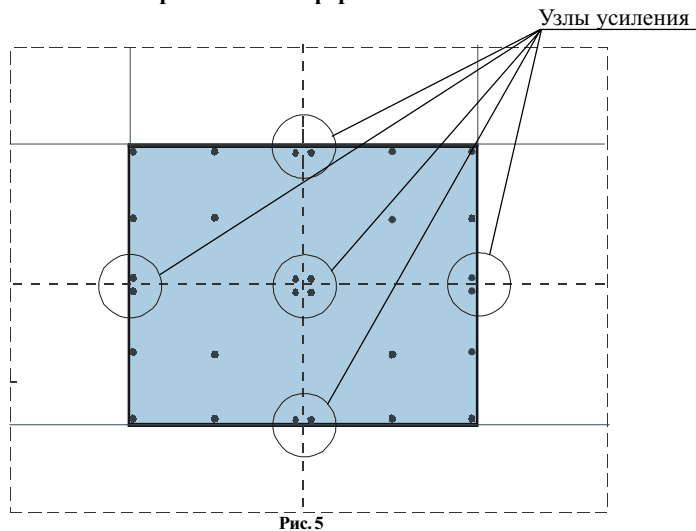

Рис. 5
- **крепление листов второго слоя** производить по мере укладки винтами для ГВЛ длиной от 19 мм до 30 мм (не допускается повреждение пролегающих под стяжкой коммуникаций и разделительного слоя). Установку винтов производить с шагом не более 300 мм под нагрузкой своего веса. Сопряжение верхнего и нижних листов усиливается (рис.5).